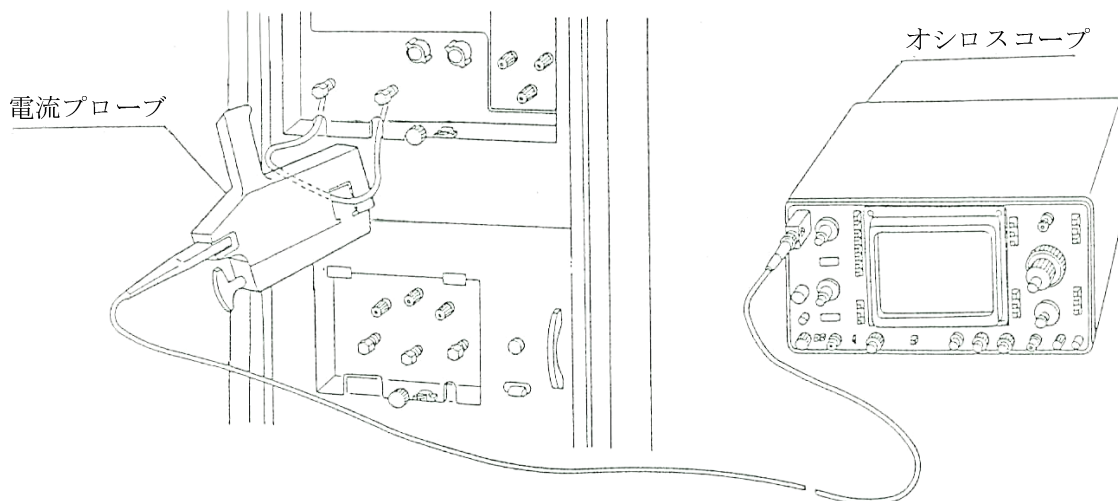

図 23
3. 各機器を図 23 のように接続し、アクリル扉を閉めます。